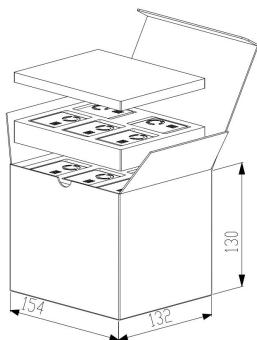

图 11-小盒
2. 整盘传感器依次放入小盒（图 11）中，最上方加泡棉盖板，每小盒可装 25 支传感器。